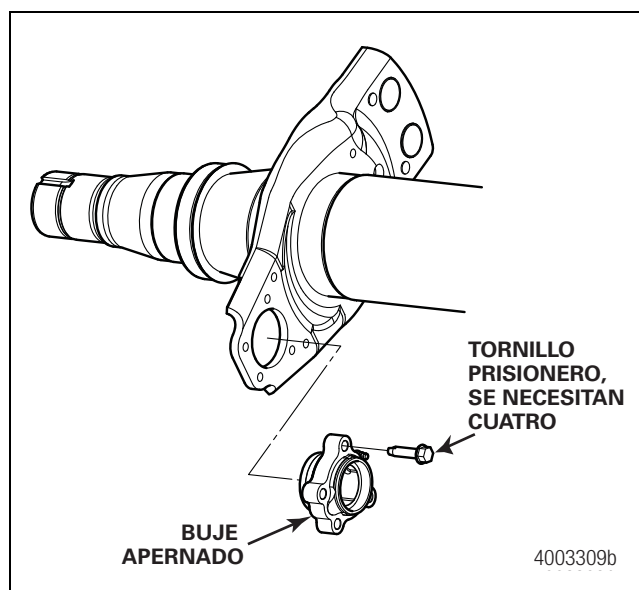

Figura 11.8
- Solo se puede instalar el conjunto de retenedor apernado y buje en la araña estampada con cuatro orificios. Figura 11.8.